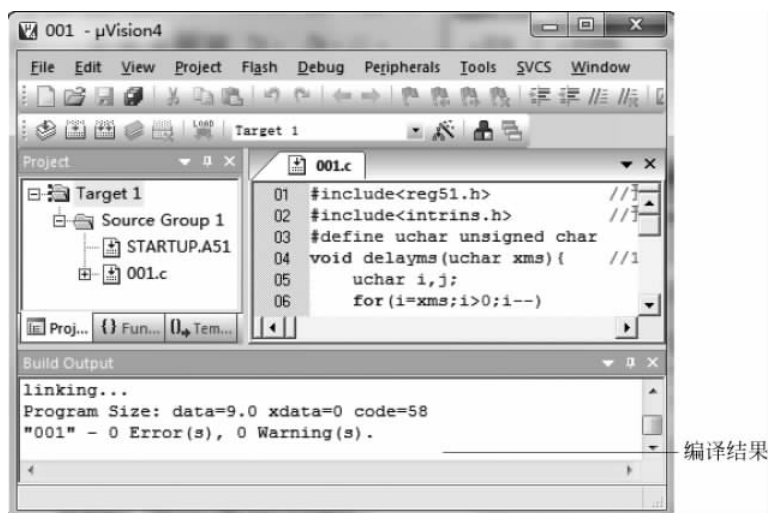

图 3-11 输出窗口显示编译结果
(3) 在项目管理窗口中,右击 Source Group 1 标签,选择 Add Files to Group ‘Source Group 1’命令,如图 3-9 所示,在弹出的对话框中选择刚才保存的 C51 源文件,如图 3-10 所示。单击 001 文件后,单击 Add 按钮,再单击 Close 按钮,文件添加就已经完成了。此时的项目管理窗口中的 001.c 文件已经出现在 Source Group 1 目录下了,如图 3-11 所示。
单击快捷按钮中的 ,对当前文件进行编译,如果源程序无误,则编译完成后,将在输出窗口中显示编译结果,如图 3-11 所示。
: 控制编译输出窗口开/关。用于输出项目编译链接的信息,如图 3-11 所示。如果程序在编译链接的过程中有错误,则显示具体的错误信息及其位置。同时,编译输出窗口还显示输出代码的大小。